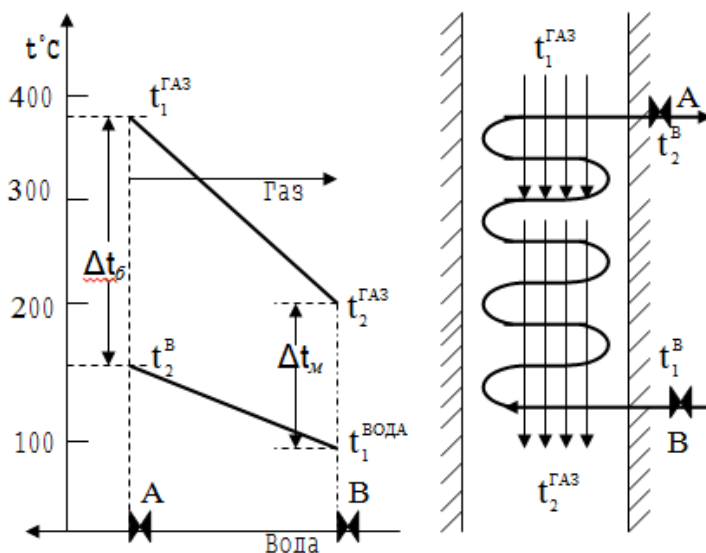

Рис. 3. Схема экономайзера и диаграмма определения температурного напора.
2.4.1. Определить температуру воды t_2^B [$^\circ\text{C}$] на выходе из экономайзера (рис. 3) из уравнения
2.4.2. Определить средний температурный напор между двумя средами (дымовыми газами и питательной водой) в экономайзере. На рис. 3 введены обозначения: